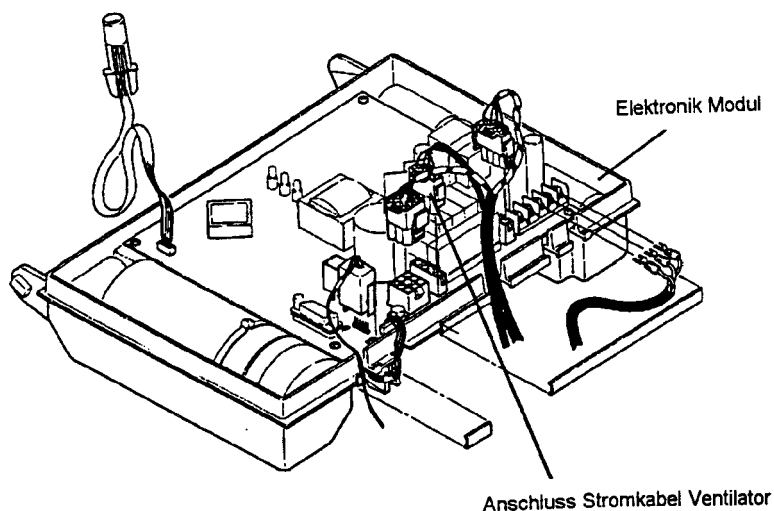

Bild 15 Elektronik-Modul
- Den neuen Ventilator festschrauben, sowie das Kabel im Elektronik Modul einstecken (Bild 15)